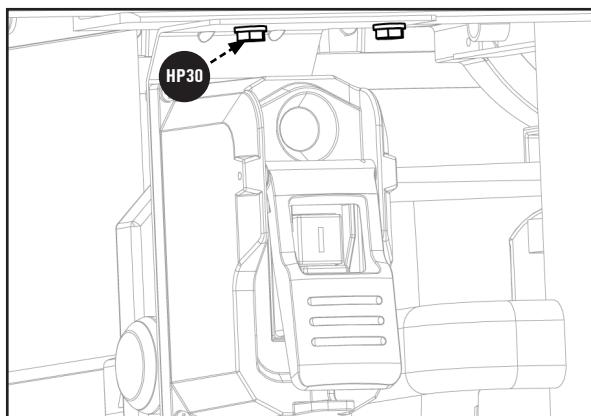

Figura 15
- Alinee los dos orificios del soporte de la caja de interruptores con los orificios situados debajo del riel frontal, mostrados en la Figura 15, ubicados en el lado izquierdo de la sierra. Fije la caja de interruptores F3 al riel delantero con dos tornillos hexagonales de 1/4 20 x 1/2 pulgadas con arandela de seguridad dividida **HP19**.